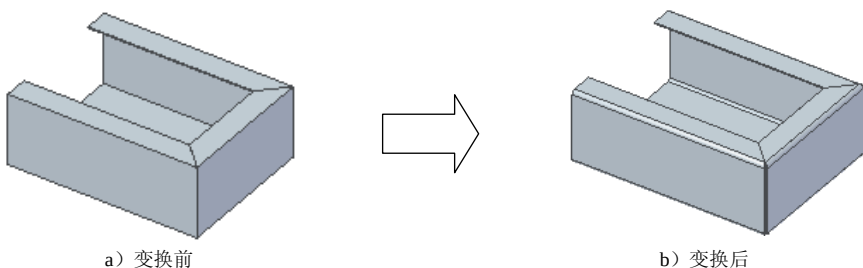

图 8.6.14 将实体转换为钣金
(3) 单击命令条中的 **完成** 按钮, 完成特征的创建。
Step11. 将实体转换为钣金 (图 8.6.14)。